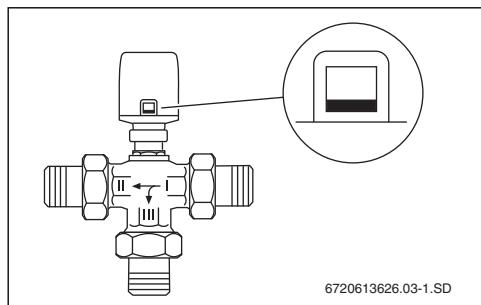

Fig. 8 Indicador de incremento sin corriente
- El indicador de incremento únicamente es visible en el borde inferior (→ fig. 8).